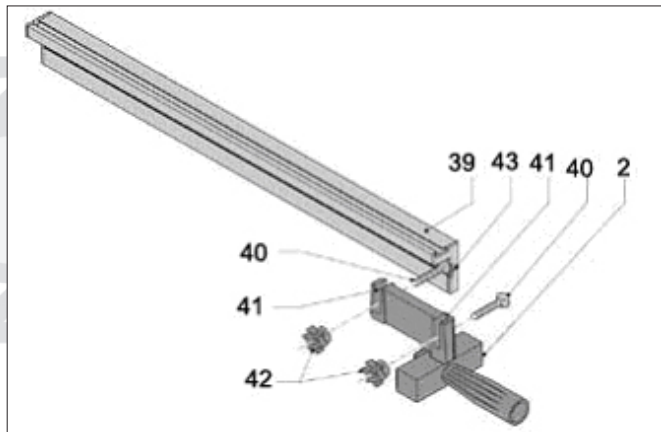

Figur 9
Skub smiganlægget (11) ind i en af skinnerne på arbejdsbordet. Anlægsskinne (34) skal indstilles, så den netop er fri af savklingen. Spænd anlægsskinne fast ved hjælp af skruerne (35) som vist på figur 9.